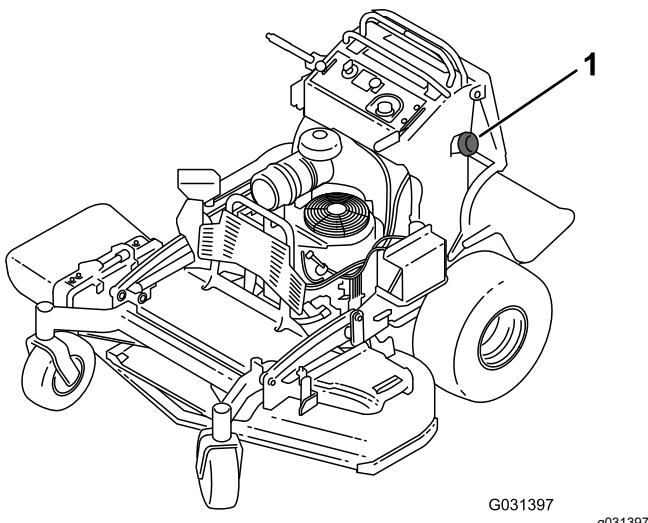

Рисунок 50
3. Очистите зону вокруг крышки топливного бака для предотвращения попадания мусора в топливный бак (Рисунок 50).